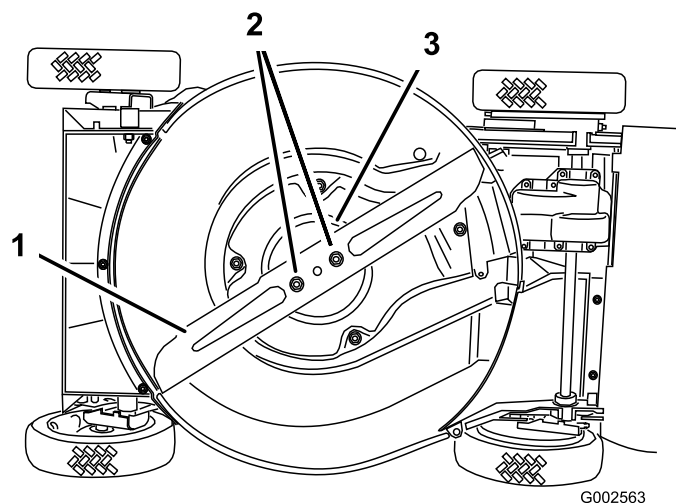

Figura 34
4. Inclinate il tosaerba sul lato **destro** (Figura 34).
Afferrate l'estremità della lama con un cencio o un guanto bene imbottito. Togliete i dadi della lama, la coppa antistrappo e la lama (Figura 34).
5. Togliete i due dadi della lama, la coppa antistrappo e la lama (Figura 34).